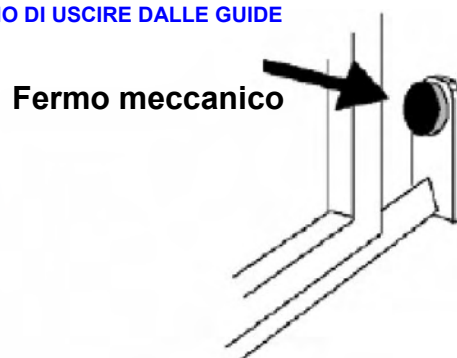
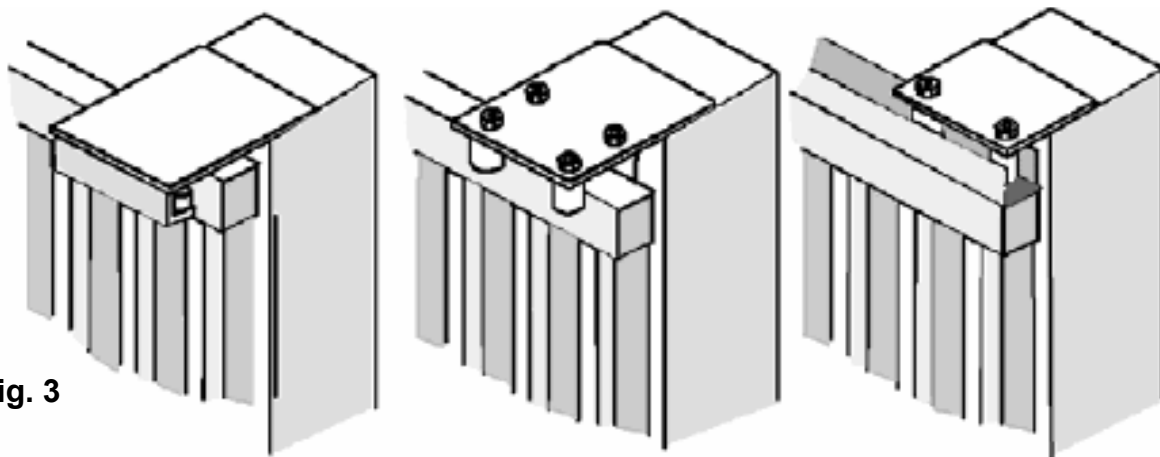

Fig. 2
Fig. 3
- Prima di procedere al montaggio dell'automatismo, si verifichi che il cancello sia perfettamente funzionante, inoltre, è opportuno verificare che la guida di scorrimento a terra (**V. Fig. 1**) non presenti malformazioni, che sia perfettamente a livello e che sia presente il fermo meccanico in apertura (**V. Fig. 2**) al fine di evitare che il cancello esca fuori dalle guide superiori (**V. Fig. 3**)
- Verificare la guida di scorrimento superiore (**V. Fig. 3**) che sia ben salda e il cancello vi scorra liberamente.
Posizionare il motoriduttore e fissarlo con le viti e rondelle in dotazione **A** (**Fig.2**).
Fissare la cremagliera sul cancello in modo saldo prevedendo una distanza da 2 a 3 mm dal pignone del motore (**Fig.3**).